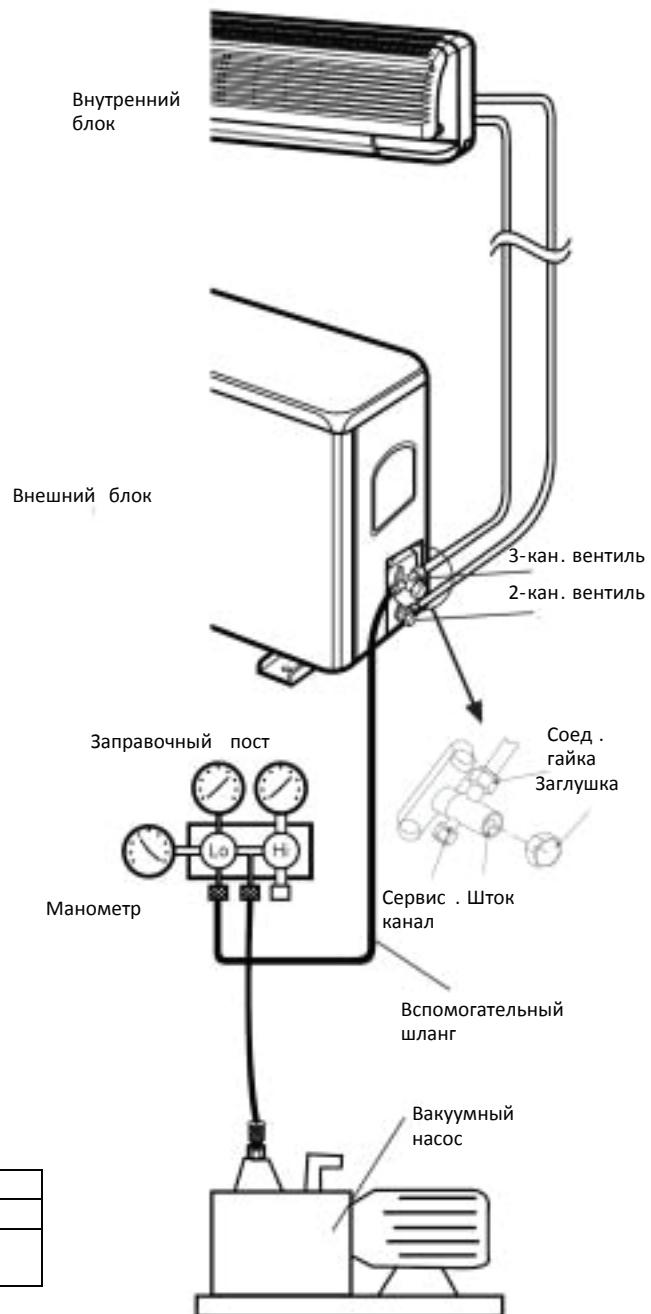

Рис. 6
- Проверьте правильность соединения шлангов, удалите колпачок сервисного канала и подсоедините заправочный пост и вакуумный насос к загрузочному клапану с помощью вспомогательного шланга, как показано на Рис. 6.